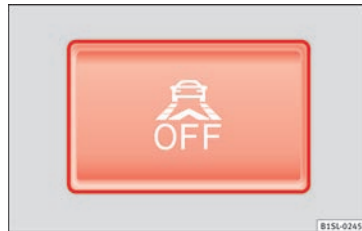

Fig. 155 Nella parte inferiore della console centrale: tasto per la funzione di frenata di emergenza City.
La funzione di frenata di emergenza City è stata attivata manualmente mediante il pulsante » fig. 155.
Nell'area di funzionamento da 5-30 km/h (3-19 mph): La funzione di frenata di emergenza City è stata disattivata manualmente mediante il pulsante » fig. 155.
Disattivare la funzione di frenata di emergenza City mediante il pulsante » fig. 155.
- Premere il tasto » **fig. 155** nella console centrale.